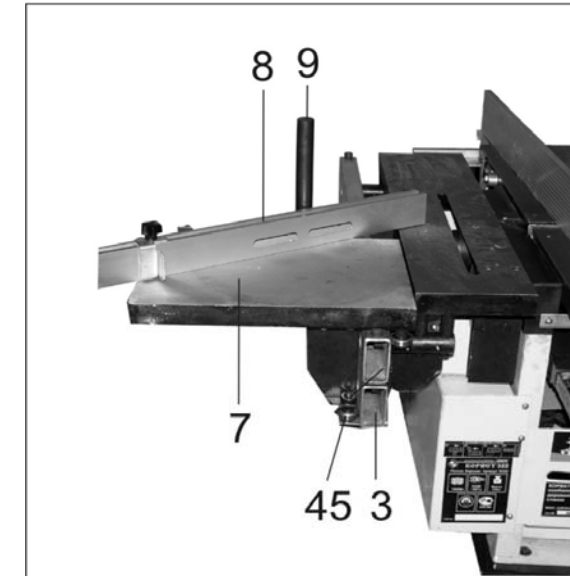

Рис. 7
8.2.3. На направляющую (3), предварительно вывернув ограничительный болт с одной стороны направляющей (3), установите пильный суппорт (7), ограничительный болт и, при необходимости, отрегулируйте положение роликов (45), Рис.7.